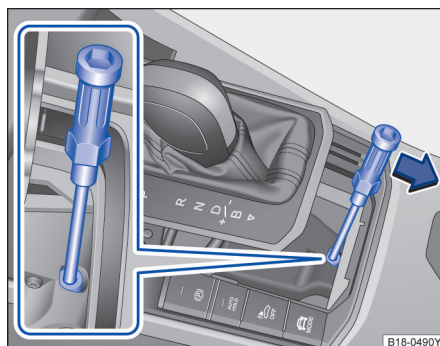

图 90 换挡杆锁应急解锁
- 用螺丝刀工具沿箭头方向按压解锁拨杆⇒图 90 并使其保持在该位置：